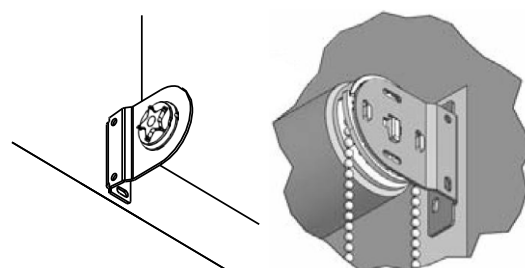

Рис. 13. Установка правого изделия
3. Прикрутить 2 саморезами\* (при необходимости использовать дюбели\*) каждый кронштейн, начиная с правого, используя пластину подкладочную для MONO/DOUBLE AMG (Рис.13).
4. Вставить заглушки со звездой в соединительные кронштейны (Рис. 13).
5. Установить изделие с управлением сначала в соединительный кронштейн, а затем в боковой кронштейн так, чтобы крючок на торце был направлен вертикально вниз (Рис.13).